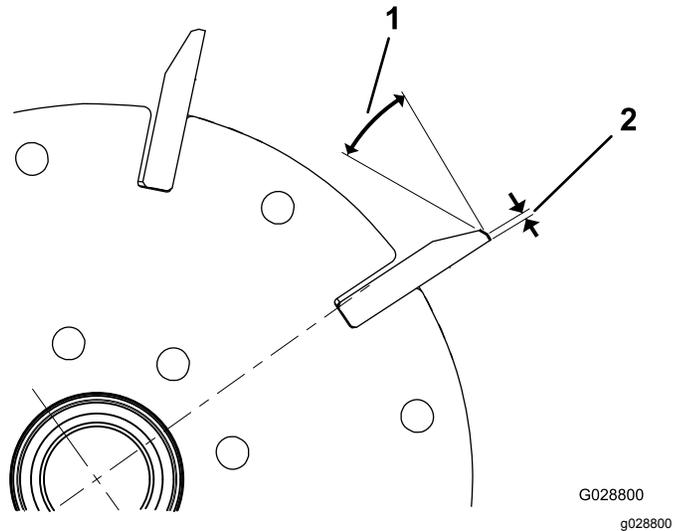
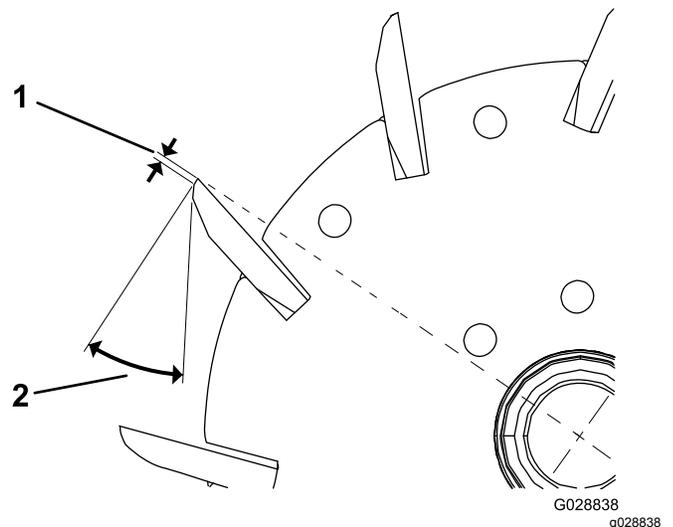

图13
图14
1. 对所有滚刀棱面进行 30 度铲磨直至棱面宽度达到 1.3mm 图13 和 图14。